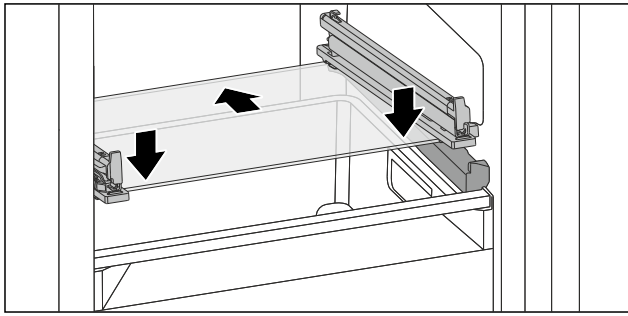

Fig. 141 Steklena plošča nagibnega predala
- ▶ Stekleno ploščo postavite v poševnem položaju za zaustavljalniki. (glejte Fig. 141)